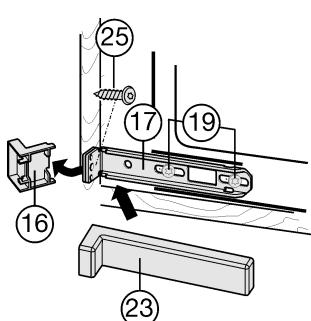

Fig. 18
- ▶ Desserrer un peu les vis Fig. 18 (19).
- ▶ Visser l'étrier Fig. 18 (17) inférieur à l'aide d'une vis à panneaux de particules Fig. 18 (25) ø4x19 sur la paroi du meuble.
- ▶ Casser l'extrémité du cache Fig. 18 (16) qui dépasse. Elle ne sera plus utile.
- ▶ Bien serrer les vis Fig. 18 (19).
- ▶ Remettre le cache Fig. 18 (23) sur l'étrier Fig. 18 (17) inférieur.